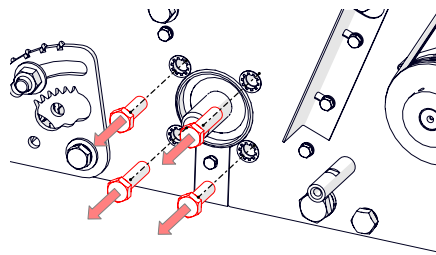

Fig. 18H - Rimuovere i bulloni di fissaggio del cilindro sul lato sinistro
9. Rimuovere i 4 bulloni esagonali M12 (Fig. 18H) che fissano il cilindro sul lato sinistro.